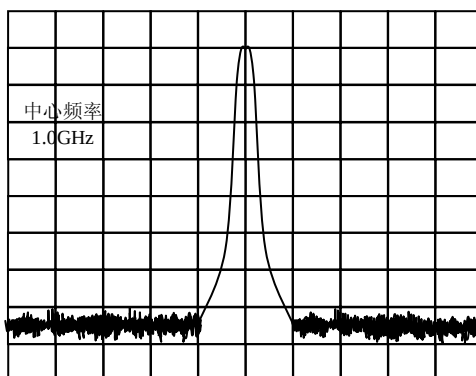

图 13 频率 1.0GHz, 幅度 0dBm
- 初次加电后，打开位于前面板右下方的【射频】开关，指示灯为绿色高亮表示信号源处于射频输出状态，此时频谱仪将显示如图 13 所示画面，频率 1000MHz，功率为 0.0dBm，各种调制方式均为关闭。